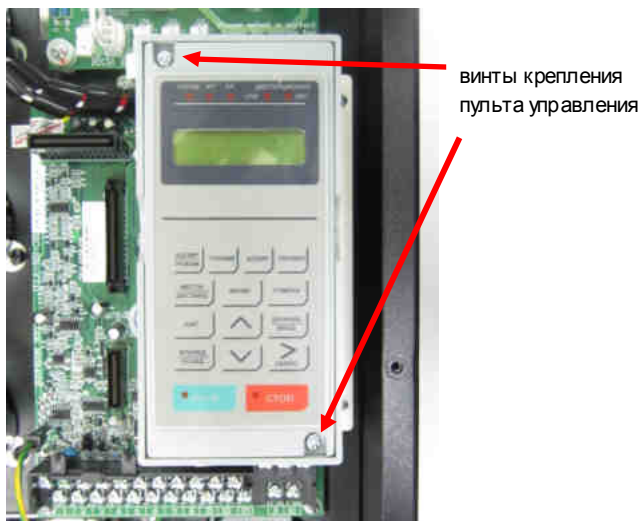

Рис. 6.2. Демонтаж пульта управления.
6.2.1. Отвернуть два винта крепления пульта управления (рис.6.2).